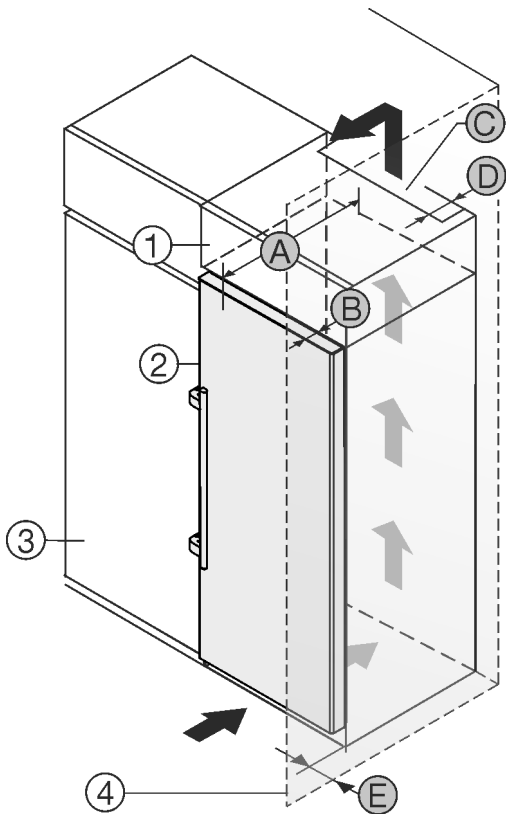

Fig. 2
Zariadenie môžete inštalovať priamo vedľa kuchynskej skrine Fig. 2 (3).*
Na zadnej strane nadstavnej skrine musí byť vetracia šachta s hĺbkou Fig. 2 (D) cez celú šírku nadstavnej skrine.*
Pod stropom miestnosti sa musí dodržať prierez vetracieho otvoru Fig. 2 (C).*
Ak zariadenie nainštalujete so závesmi vedľa steny Fig. 2 (4), tak vzdialenosť medzi zariadením a stenou musí byť minimálne 57 mm . To zodpovedá presahu držadla pri otvorených dverách.*
Aby ste mohli dvere úplne otvoriť, zariadenie musí vyčnievať o hĺbku dverí Fig. 2 (B) prednej časti kuchynskej skrine. V závislosti od hĺbky kuchynských skríň Fig. 2 (3) a použitia dištančných držiakov na stenu môže zariadenie prečnievať ešte viac.*